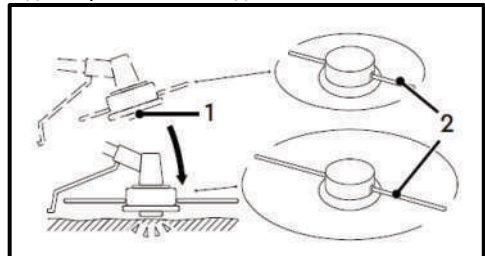

Рис. 43
- Вдарте натискною кнопкою (1) котушки по землі (Рис. 43). Робоча довжина ліски (2) повинна збільшитися, а надлишкова довжина ліски автоматично буде відрізана нерухомим обрізним ножом, який розташований на захисному кожусі;